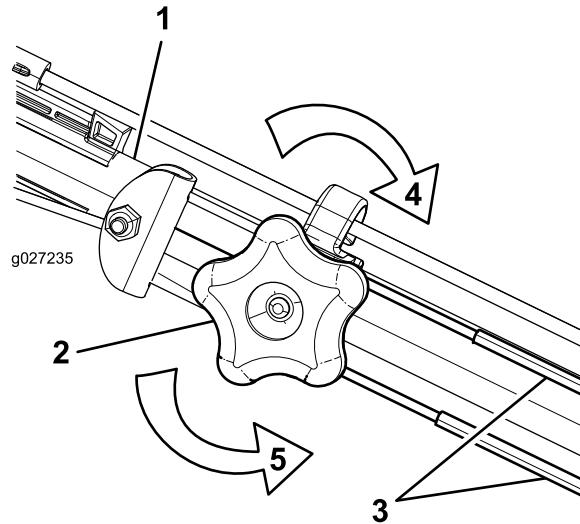

図 31
1. 調整ねじを左に回してケーブルの調整をゆるめる図 31。
2. ケーブル図 31を押し引きして適当な位置に調整できたら、その位置に保持する。